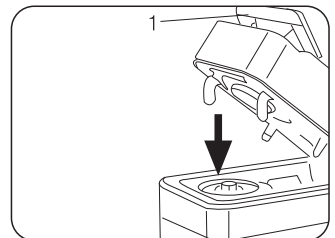
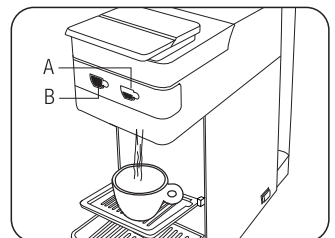

Fig. 9
Fig. 10
- Refermer complètement le levier (1) (**Fig. 9**) et presser une des touches de distribution: courte (A), longue (B) selon vos goûts. (**Fig. 10**)
Distribution longue: Presser et garder la touche enfoncée (B). La machine commencera à distribuer l'eau. Une fois que le niveau d'eau désiré est atteint lâcher la touche (B). La machine interrompra alors la distribution d'eau et la quantité restera mémorisée pour les distributions futures. (**Fig. 10**)
Distribution courte: Presser et garder la touche enfoncée (A). La machine commencera à distribuer l'eau. Une fois que le niveau d'eau désiré est atteint lâcher la touche (A). La machine interrompra alors la distribution d'eau et la quantité restera mémorisée pour les distributions futures. (**Fig. 10**)